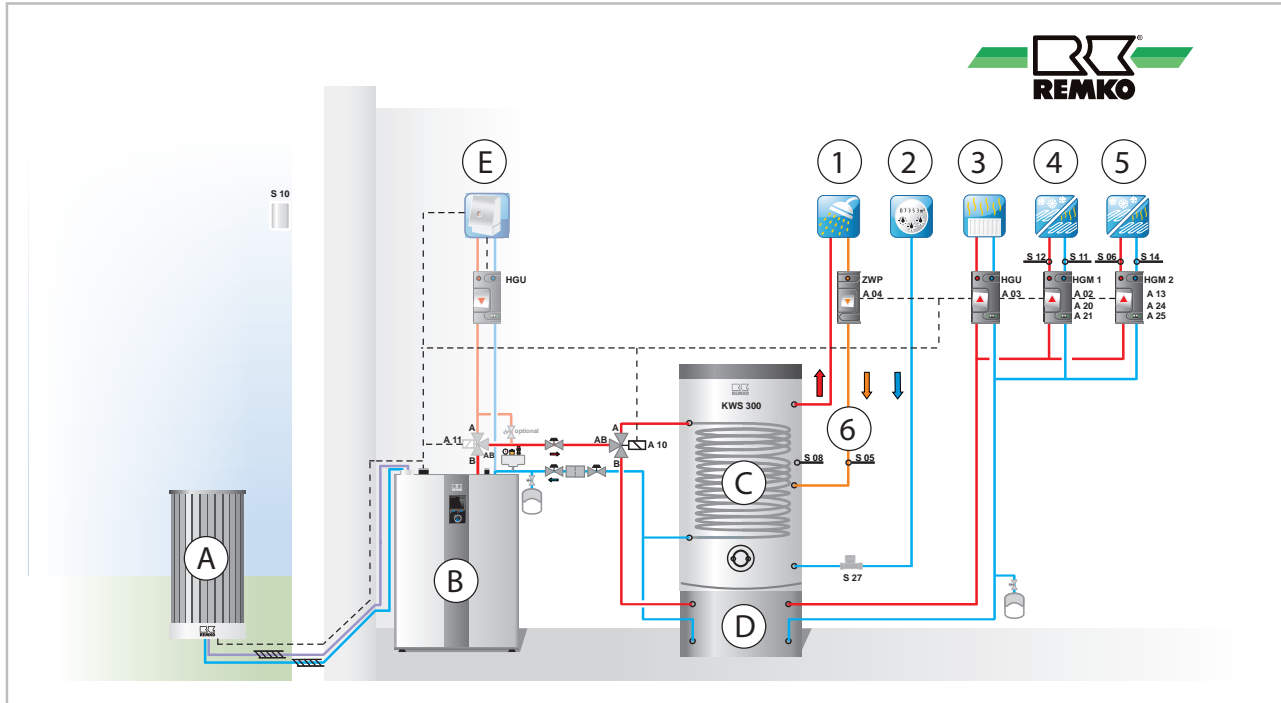

Abb. 26: Beispiel Hydraulikschema HTS 80/110
- Die im Lieferumfang enthaltene Sicherheitsbaugruppe besteht aus Manometer, Entlüfter und Sicherheitsventil. Sie muss an ein T-Stück zwischen Wärmepumpenanschluss und mitgelieferten Absperrhahn montiert werden. Die Kappe des Schnellentlüfters in der Sicherheitsbaugruppe muss im Betrieb der Wärmepumpe verschlossen sein! Die mitgelieferten Absperrhähne sind entsprechend in den Heizkreis Vor- und Rücklauf zu setzen (siehe Abb. 26).